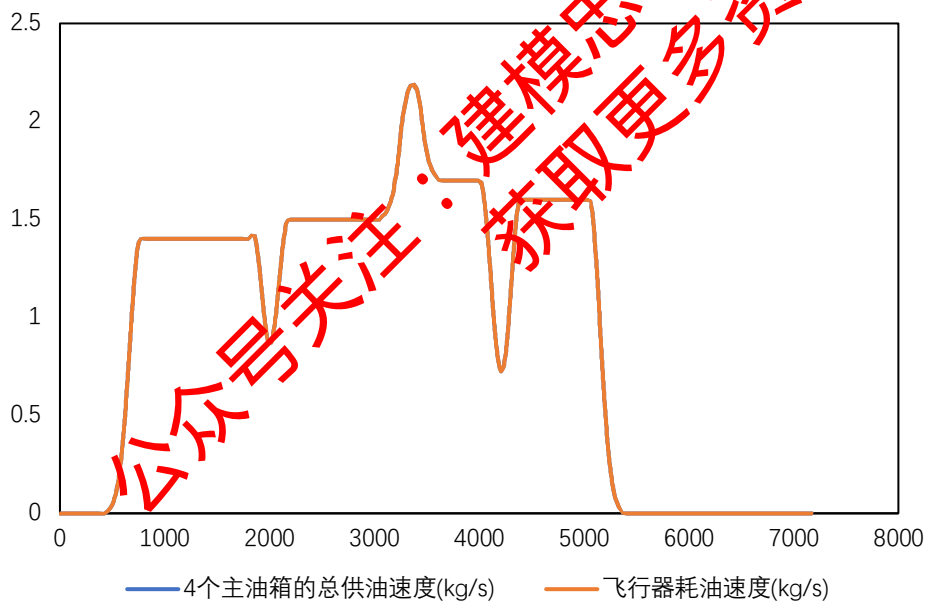

图 22: 4 个主油箱的总供油曲线与计划耗油速度曲线对比图
为了验证 (3)，从图 22 中可以看出，飞行器的耗油速度曲线与 4 个主油箱的供油速度曲线完全重合，即飞行器能一直获得充足的油，我们的模型可靠性非常好。需要说明的是，算法中也兼顾了供油速度的平滑性。